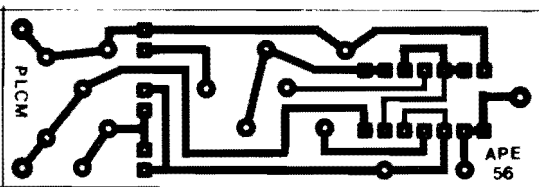

Fig.2
**- FIG. 2 - LAY OUT DO CIRCUITO IMPRESSO ESPECÍFICO** - Propositamente desenhado visando o formato longo e estreito (para melhor adequação ao *container* e este ao manuseio, conforme detalhes mais adiante...), o padrão de ilhas e pistas, vista em escala 1:1 na figura (tamanho natural, portanto...) é bastante simples, podendo ser facilmente copiado e confeccionado mesmo que o Leitor/Hobbysa não seja um "veterano"... De qualquer modo, recomendam-se os cuidados de sempre, além de uma leitura às INSTRUÇÕES GERAIS PARA AS MONTAGENS (encarte permanente de APE, sempre lá nas primeiras páginas da Revista...) onde podem ser recolhidas importantes "dicas", "macetes" e informações práticas para a boa realização e o perfeito aproveitamento do Impresso e dessa técnica de montagens... Uma vez confeccionada, limpa e furada em suas ilhas, a plaquinha deve receber uma rigorosa conferência final, corrigindo-se eventuais defeitos encontrados... Pequenos "curtos" ou ligações indevidas podem ser facilmente raspados com uma ferramenta de ponta afiada, enquanto que eventuais falhas ou lapsos podem ser simplesmente "completados", cuidadosamente, com uma "gotinha" de solda aplicada no local...